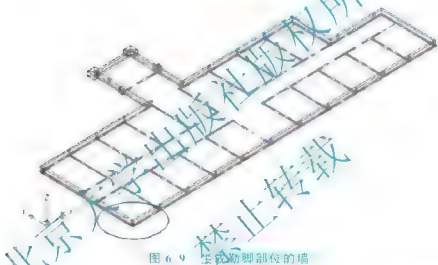
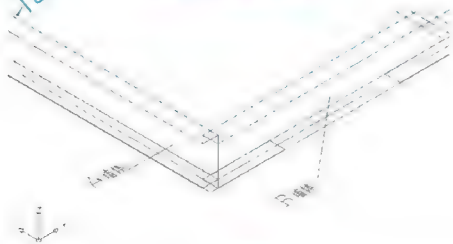

图 6.9 在柱脚部位的墙
图 6.10 墙的转角处
- (5) 用相同的方法生成其他勒脚部分的墙体, 结果如图 6.9 所示。
- (6) 将图 6.9 内圈定的部分放大, 结果如图 6.10 所示。可以发现建筑的转角处存有缺口, 需用【编辑多段线】命令将转角两侧的墙体连接在一起。
- (7) 启动【编辑多段线】命令 (快捷键 PE)。
- ① 在选择多段线或 [多条(M)]: 提示下, 选择图 6.10 所示的 A 墙体。
- ② 在输入选项 [闭合(C)/合并(J)/宽度(W)/编辑顶点(E)/拟合(F)/样条曲线(S)/非曲线化(D)/线型生成(L)/放弃(U)]: 提示下, 输入“J”后按 Enter 键。
- ③ 在选择对象: 提示下, 选择图 6.10 内的 B 墙体, 按 Enter 键结束命令, 结果如图 6.11 所示。